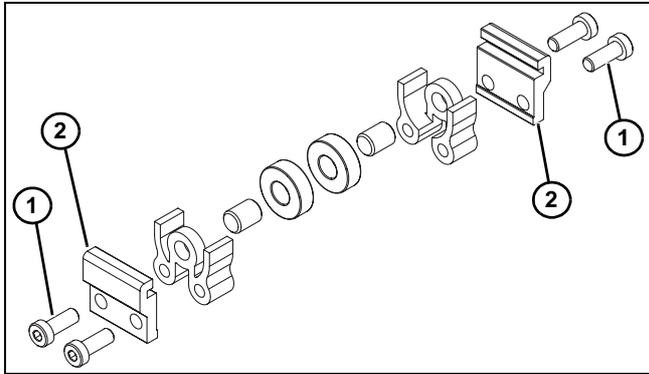
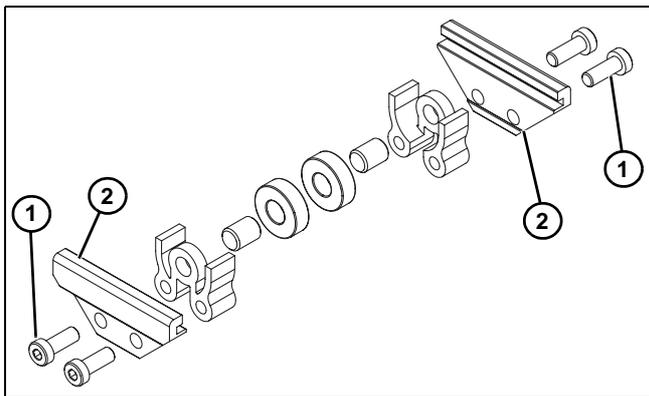

Figura 12
Figura 13
1. Localice los rodillos de retorno. Vistas detalladas en la Figura 12 y la Figura 13.
2. Quite los tornillos (Figura 12, artículo 1) y (Figura 13, artículo 1) y las grapas (Figura 12, artículo 2) & (Figura 13, artículo 2) de los rodillos.